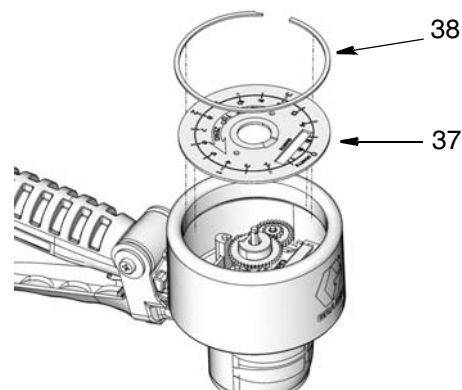

FIG. 17
5. Rimuovere la clip di fissaggio grande (38) e poi il pannello della piastra frontale (37) (FIG. 17).